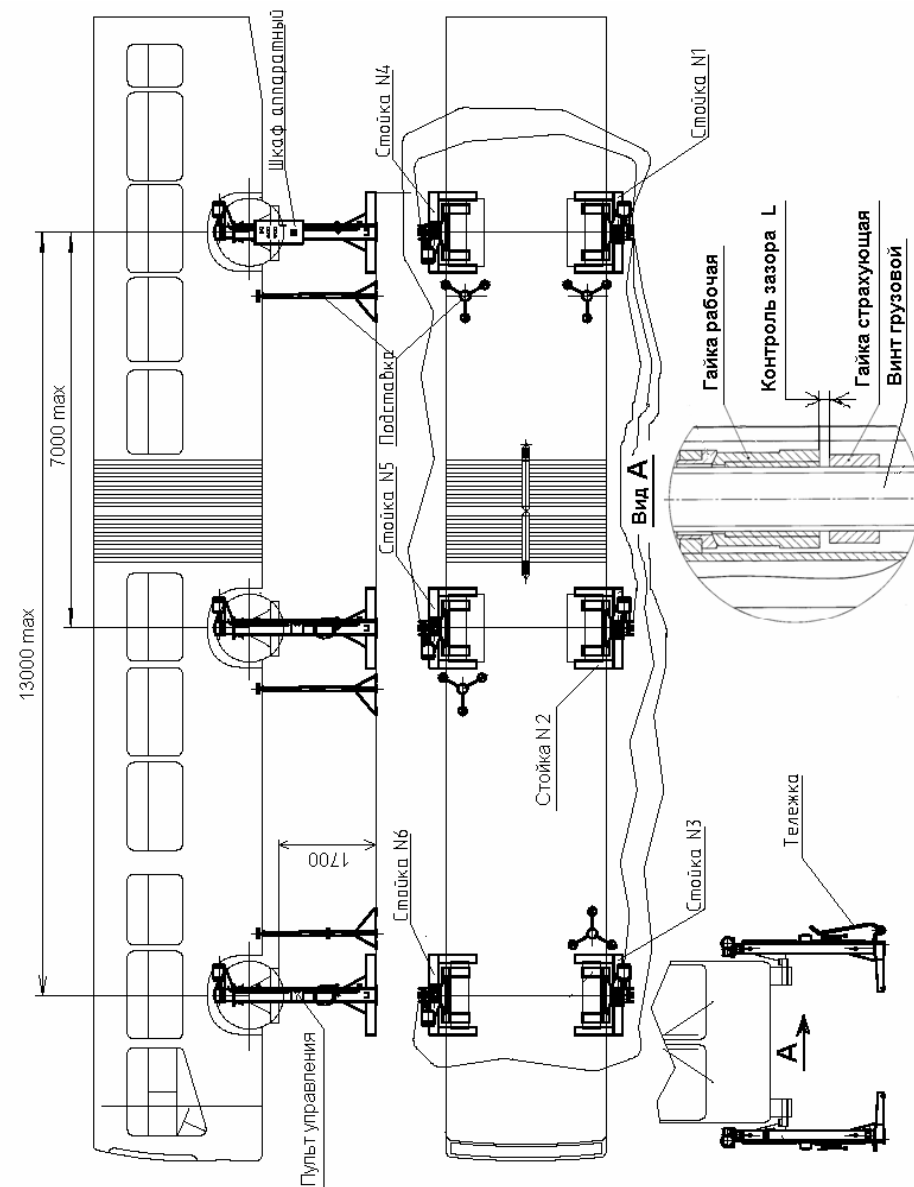

Рис. 1. Подъемник передвижной ПП-24
4.1. Подъемник состоит из шести стоек (см. Рис.1 и Рис.2), каждая из которых имеет электромеханический привод, каретку, грузовой винт, рабочую и страхующую гайки, конечные выключатели верхнего и нижнего положения кареток. На первой стойке установлен шкаф аппаратный, имеющий корпус с панелью электрооборудования, автоматический выключатель, лампочку «Сеть», кнопки «Вверх» и «Вниз» для управления первой стойкой и кнопки «Вверх» и «Вниз» для управления всеми стойками одновременно. На остальных стойках установлены посты управления с кнопками «Вверх» и «Вниз» для управления данной стойкой.
5.23. При длительном ремонте и обслуживании на подъемнике под раму автомобиля или спец. места автобуса для страховки устанавливать подставки (см. Рис.1 и Рис. 2).